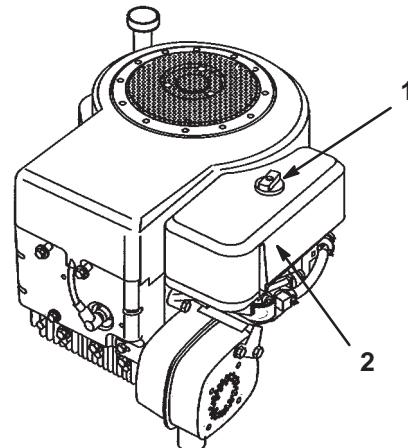

Bild 21
7. Schrauben Sie die Verschluss schraube los und entfernen Sie die Luftfilterabdeckung (Bild 21).
3. Bringen Sie die Luftfilterabdeckung und Verschluss- schraube an (Bild 21) und ziehen die Schraube fest.